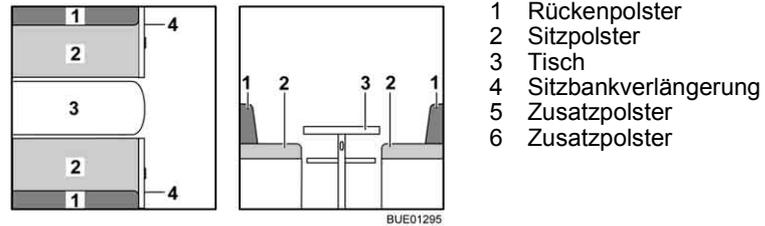

Bild 112 Vor dem Umbau
- Tisch (Bild 112,3) vergrößern und zum Bettunterbau umbauen (siehe Abschnitt 6.10).